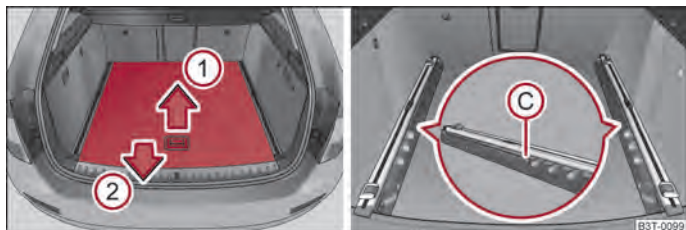
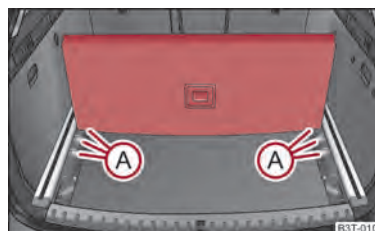

Abb. 76 Gepäckraum: variablen Ladeboden teilweise herausziehen
Abb. 77 Gepäckraum unterteilen
- Fassen Sie den hinteren Teil des variablen Bodens am Griff an, heben Sie ihn etwas in Pfeilrichtung ① an ⇒ Abb. 76 und ziehen Sie ihn über den Stoßfänger in Pfeilrichtung ② heraus, bis er in der Öffnung ③ einrastet ⇒ Abb. 76.
- Zum Hineinschieben des variablen Ladebodens fassen Sie den Teil des Bodens am Griff, heben ihn etwas in Pfeilrichtung ① an und schieben ihn bis zum Anschlag nach vorn.
- Fassen Sie den hinteren Teil des Bodens im Griff an, heben Sie ihn in Pfeilrichtung ① ⇒ Abb. 76 und setzen den hinteren Rand in eine der Öffnungen ④ ein ⇒ Abb. 77.